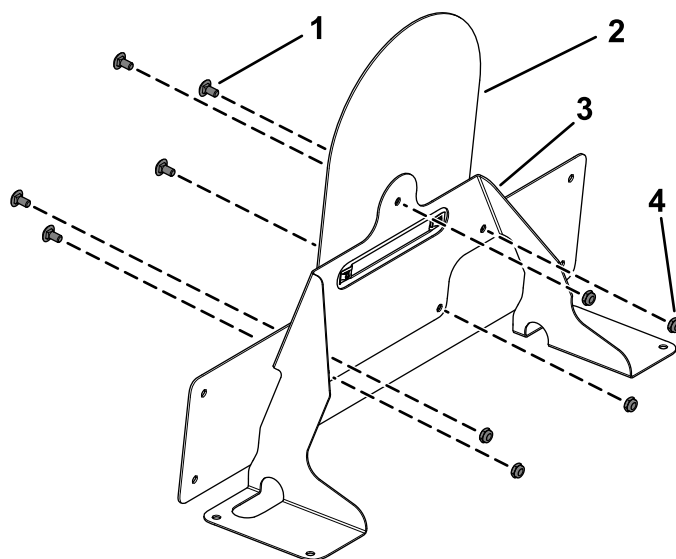

Figure 27
7. Fixez le support du panneau de vitesse sur le support de feu de position à l'aide de 5 boulons de carrosserie (1/4" x 1/2") et 5 contre-écrous (1/4"), comme montré à la Figure 27.